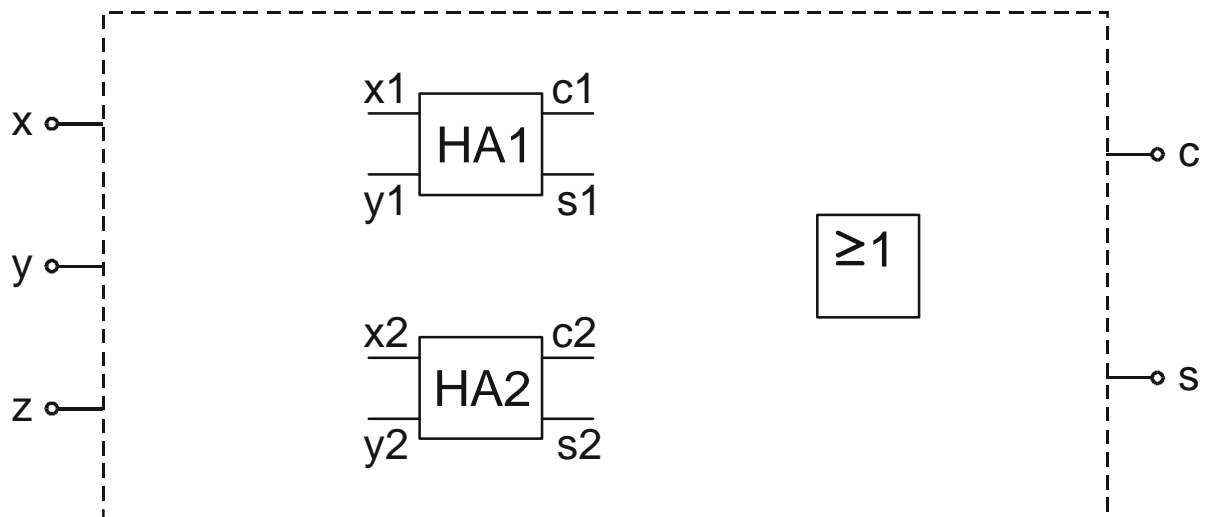

Abbildung 5.1: Aufbau eines Volladdierers
- a) Vervollständigen Sie Abbildung 5.1 derart, dass aus den beiden Halbaddierern *HA1* und *HA2* sowie dem ODER-Gatter ein Volladdierer mit den Eingängen *x*, *y* und *z* sowie den Ausgängen *s* (Summe) und *c* (Carry) entsteht!